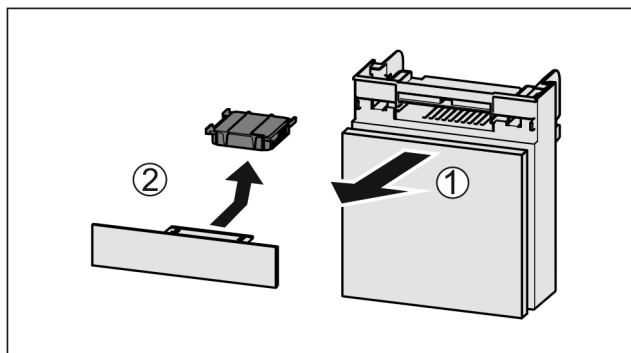

Fig. 80
- Dra ut Fig. 80 (1) lådan framåt.
- Ta ut Fig. 80 (2) aktivtkolfiltret.